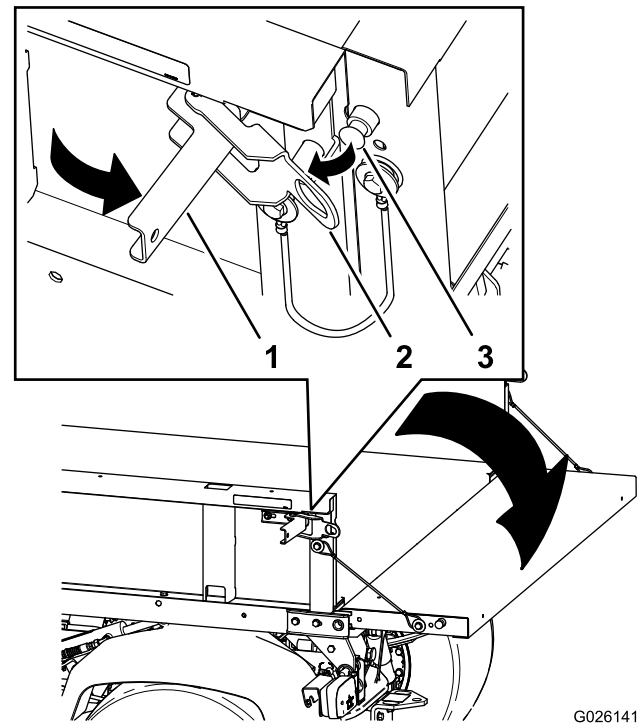

Bild 13
2. Öffnen Sie die Riegel an der rechten und linken Seite der Staubbox (Bild 13) und senken Sie die Heckklappe ab.